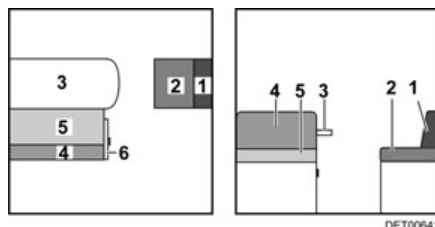

Fig. 136 Avant la transformation
- Agrandir la table (Fig. 136,3) et transformer la table suspendue agrandie en sommier de lit (voir paragraphe 7.7).
- Tirer la poignée et ouvrir le portillon (Fig. 136,6).